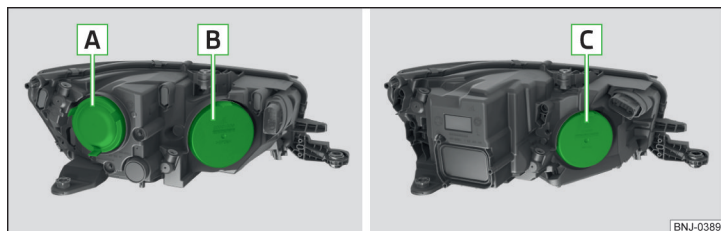

Fig. 285 Farul din stânga: Halogen/Leduri
Disponerea becurilor cu incandescență » fig. 285
- Scoateți capacul **A** sau **B** » fig. 285 la pagina 242.
- Montați capacul **A** sau **B** » fig. 285 la pagina 242.
- » Scoateți căpăcelul de protecție **B** sau **C** » fig. 285 la pagina 242.
- » Montați căpăcelul de protecție **B** sau **C** » fig. 285 la pagina 242.